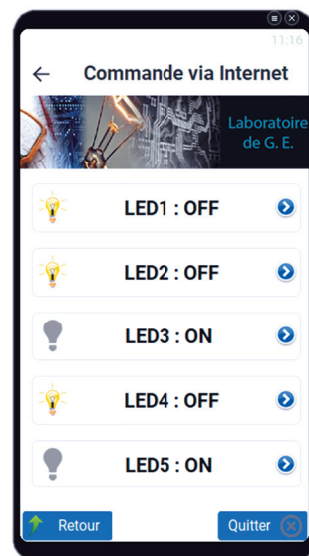

Fig. 9
□ Utiliser l'interface graphique (figure 9) :